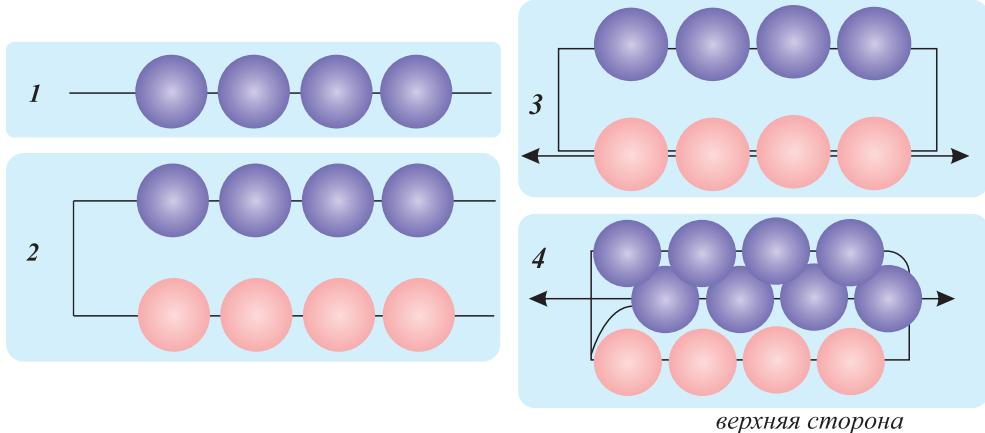

Рис. 4. Параллельное плетение
3. Параллельное плетение (*рис. 4*) выполняют на две нити, точнее, двумя концами одной нити или проволоки. Метод состоит в том, что на один конец проволоки (или лески) нанизывают бисеринки для очередного ряда, затем через них пропускают второй конец проволоки (или лески) навстречу первому. Для объемных фигур может быть использована и леска, и проволока, но леской объем получается лучше.